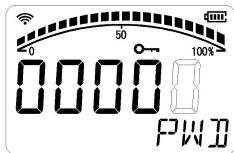

图 8.3
- 长按 **SET** 键，屏幕显示如图 8.3，空白字体表示闪烁，即光标位置；